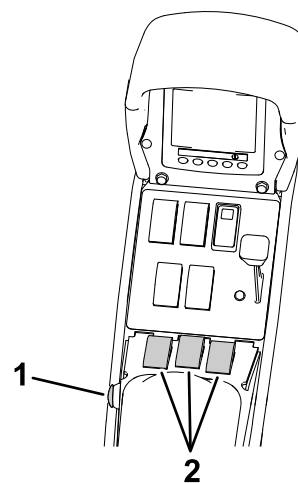
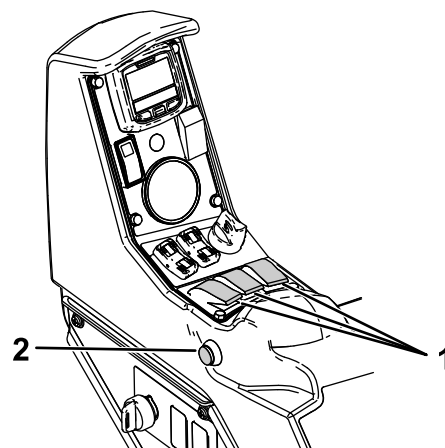

图 9
图 10
6. 将主开关移至ON开启位置 图 9 或图 10。
7. 将分段开关位于座椅中间移至 ON开启位置 图 10 或图 9。